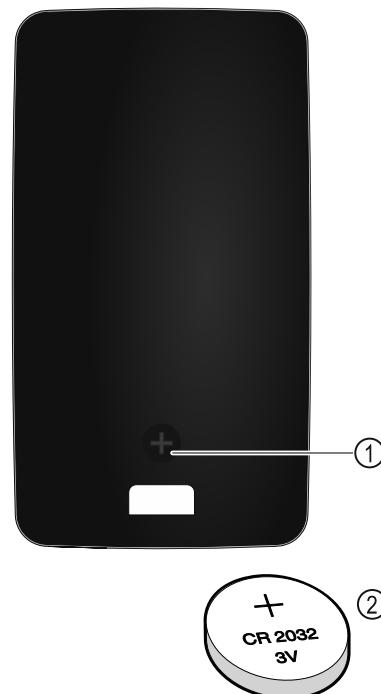

Fig. 229
Дистанционното управление се захранва от батерия тип CR 2032 с 3V Fig. 229 (2), която се предлага от специализирани търговци на дребно.
- Отвийтете винта Fig. 229 (1) на капака на дистанционното управление.